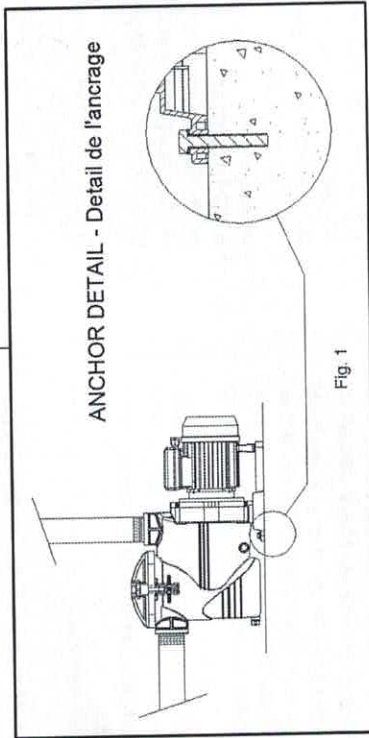

Fig. 1
- All pumps come with a two-drill foot to allow for them to be fixed in the floor by means of an anchor. (Fig. 1).
- Toutes les pompes sont dotées d'un pied ou socle pourvu de deux orifices destinés à fixer ces dernières au sol au moyen de fixations ou ancrages (Fig. 1).